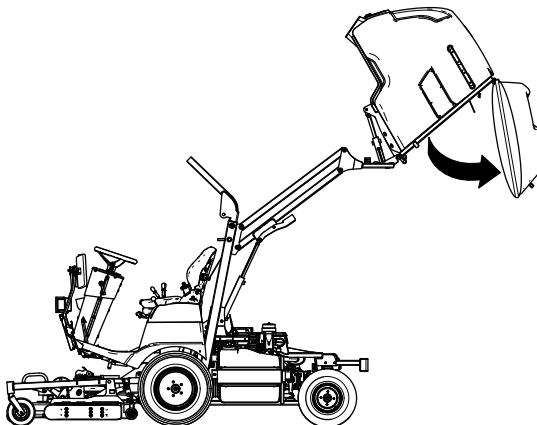

Рисунок 140
2. Поднимите бункер (Рисунок 140) в верхнее положение до упора; см. раздел **Подъем бункера** (страница 34).
3. Разгрузите бункер (Рисунок 140) и оставьте его в крайнем положении разгрузки, в котором задняя дверь будет свободно висеть; см. раздел **Разгрузка бункера** (страница 35).